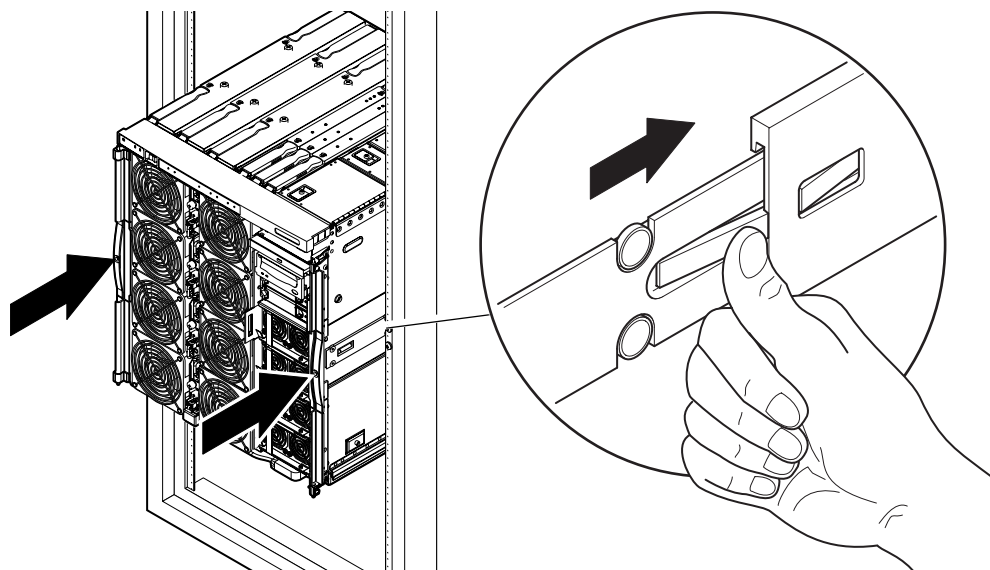

図 1-13 システムキャビネットへのサーバーの押し込み
11. 各レールの緑色のラッチを押して、サーバーをキャビネットの中へ押し込みます (図 1-13)。